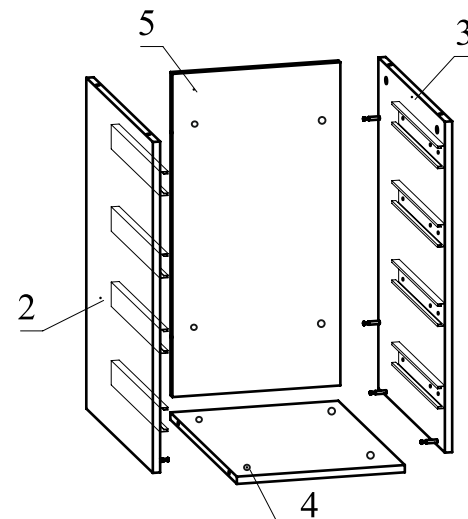

Рис.6
5. Соедините детали согласно схеме, затягивая головки минификсов конфирматовым ключом (рис.6).